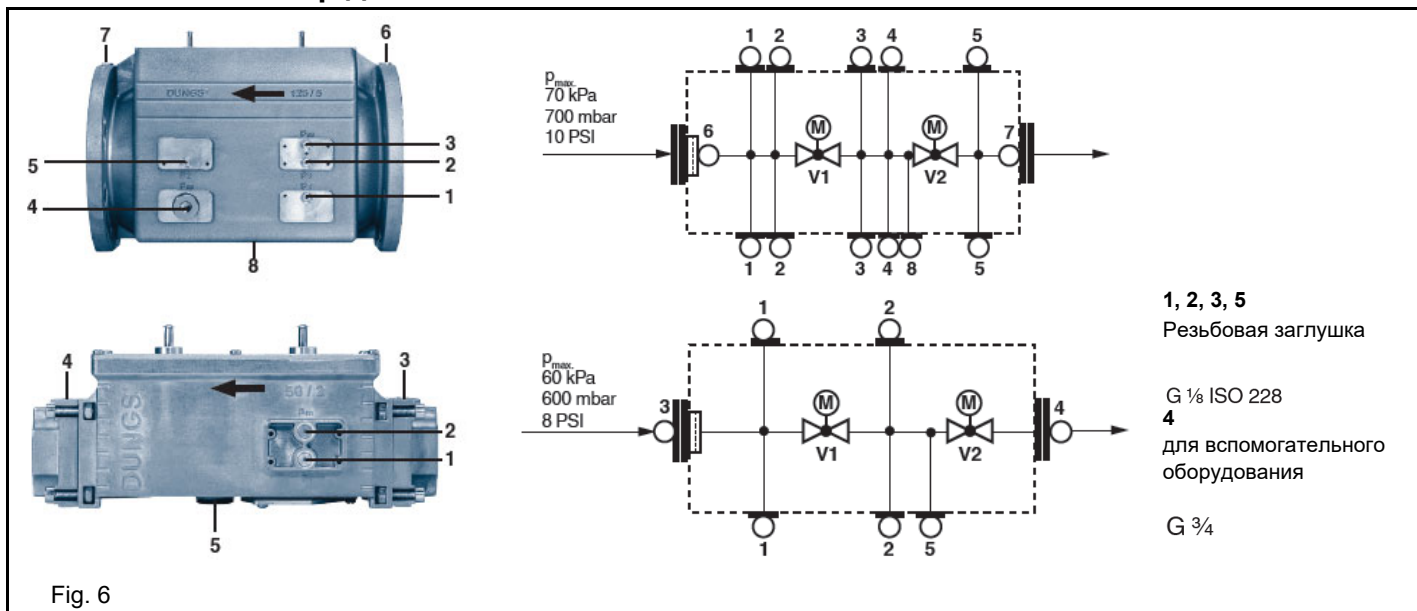

Fig. 6
- 2 Отвинтите винты 1 ÷ 4 шестигранным ключом № 3 и снимите крышку фильтра 5 на Рис. 6.